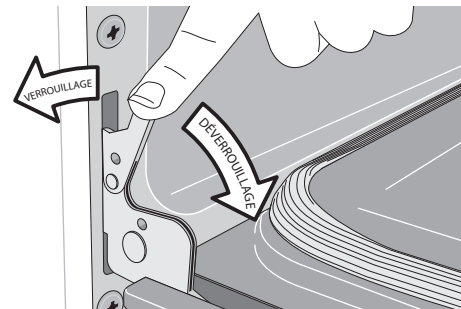

Figure 22 : Verrous des charnières de la porte
2. Abaissez complètement les verrous des charnières de gauche et de droite du cadre de la cuisinière vers la porte du four (voir figure 22). Vous pourriez avoir besoin d'un petit tournevis à tête plate.
4. Poussez les verrous des charnières de droite et de gauche vers le haut et dans le cadre du four jusqu'à ce qu'ils soient en position verrouillée (voir figure 22).